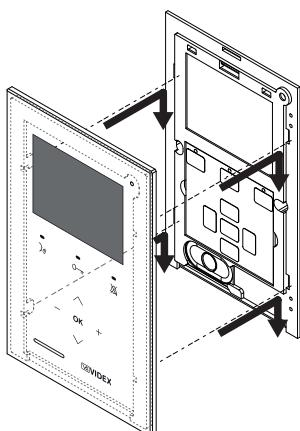

Fig. 4
4. Fissato il videocitofono alla scatola da incasso, avvicinare la placca frontale al videocitofono inserendo i 4 ganci nelle rispettive fessure quindi fissare la stessa spingendola verso il basso come mostrato in **Fig. 4**;